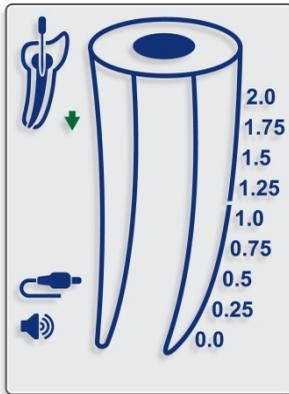
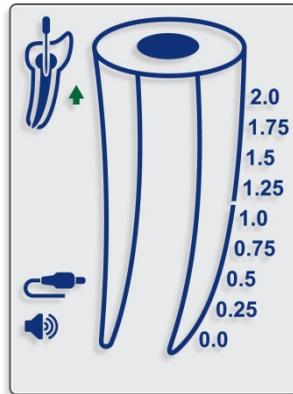

Fig. 5
Fig. 6
5.4.6 Le mouvement de la lime dans le canal est indiqué par les flèches **BAS** (fig. 5) et **HAUT** (fig. 6) à l'écran.